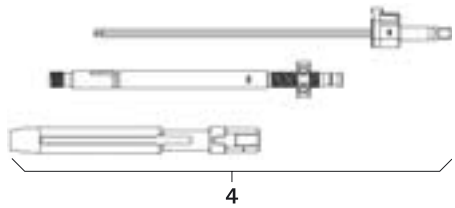

Fig. 6
- Montar a alavanca de reposição 4, ver Fig. 6.